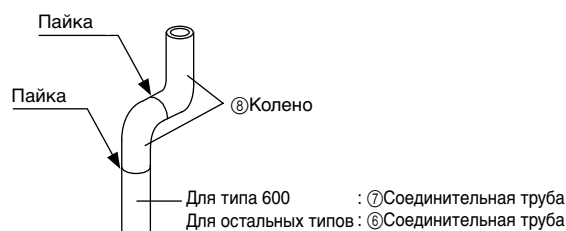

Рис. 4
- (1) Выньте медную заглушку и резиновое уплотнение, прикрепленное к трубопроводу и фланцу распределителя (газ) (опция).
- (2) Выполните сборку извне прибора, используя колено (8), соединительную трубу (7) (для типа 600) или соединительную трубу (6) (для остальных типов) и припаяйте. (см. Рис. 4.)